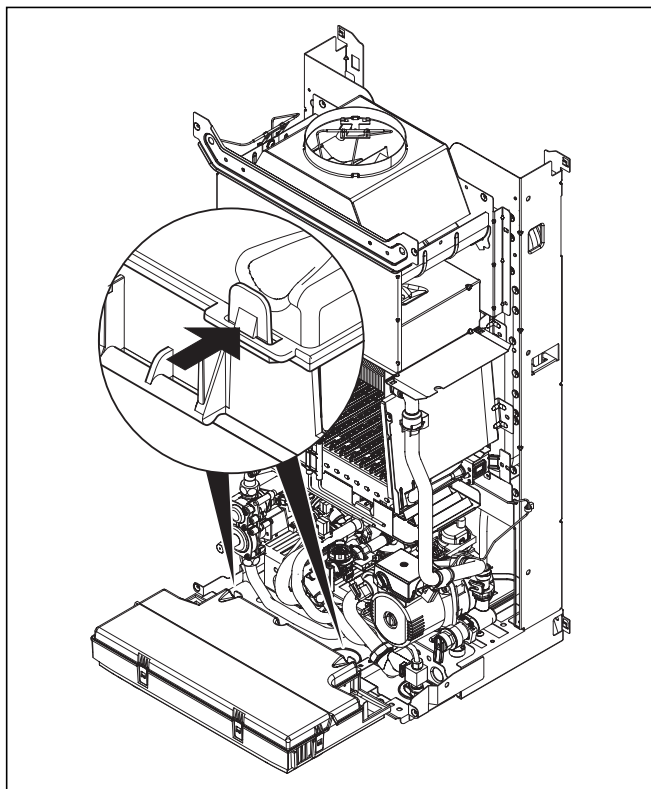

Рис. 5.6 Открывание задней стенки распределительной коробки
- Проложите сетевой кабель до уровня подключения системы в распределительной коробке, как изображено на рис. 5.6 и 5.7.
- Подсоедините сетевой провод к предусмотренным для него клеммам $\oplus$, N и L системы ProE (см. рис. 5.6 и 5.7).